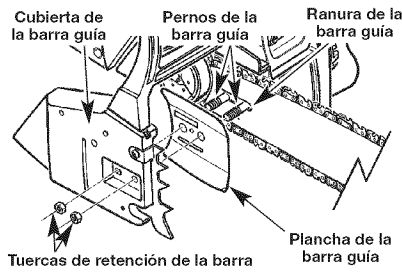

Fig. 31
2. Afloje ligeramente las tuercas de retención de la barra (Fig. 31).
2. Quite las tuercas de retención de la cadena con las herramientas de uso múltiple provistas. Quite la cubierta de la barra guía y la plancha de la barra guía tirando de ellos de manera recta hacia afuera (Fig. 31).
5. Ajuste la barra guía a ras contra la superficie de montaje, de modo que los dos pernos de la barra guía entren en su propia ranura (Fig. 31).